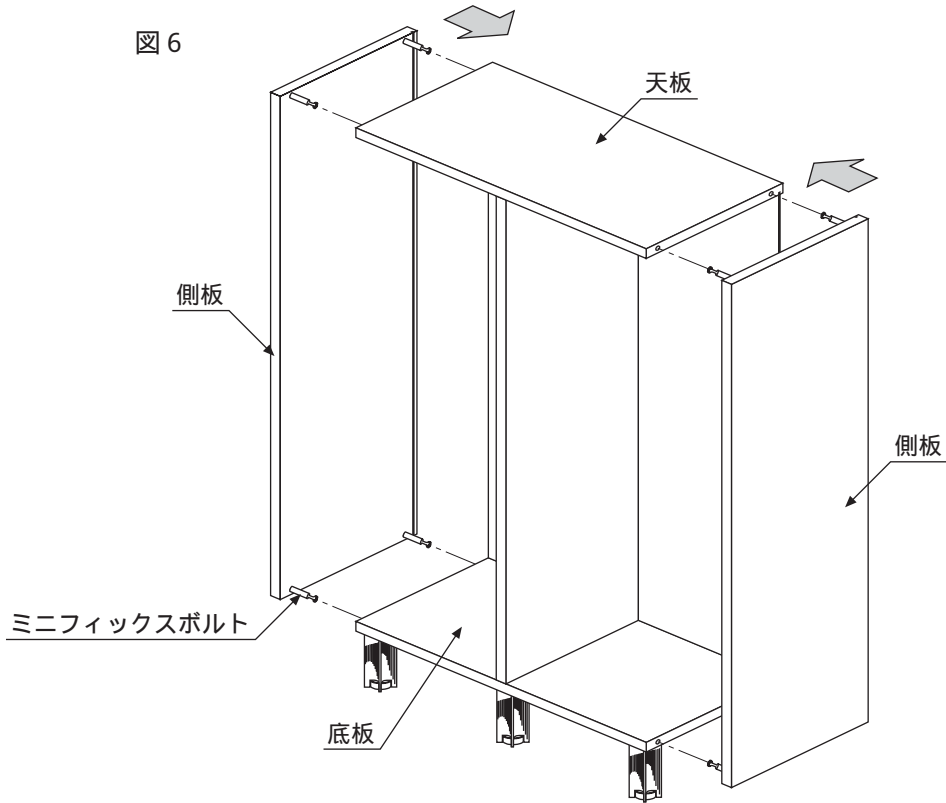

図7
- ・天板と底板に取付けてあるミニフィックスケーシングを+ドライバー又は六角ドライバーにて図のように締め付けてください。(図7・8)